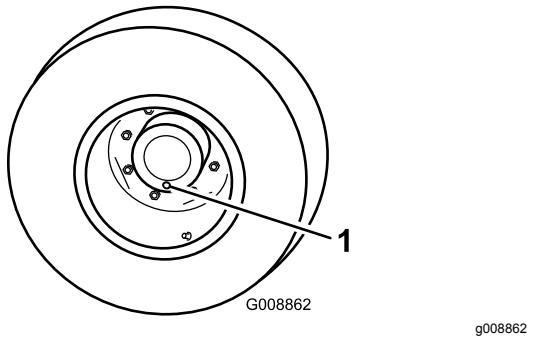

図 81
1. 平らな場所で、ひとつのチェックプラグが最も低い位置6時近くにくるように駐車し図 81、駐車ブレーキを掛け、刈り込みデッキを降下させ、エンジンを停止し、キーを抜き取る。